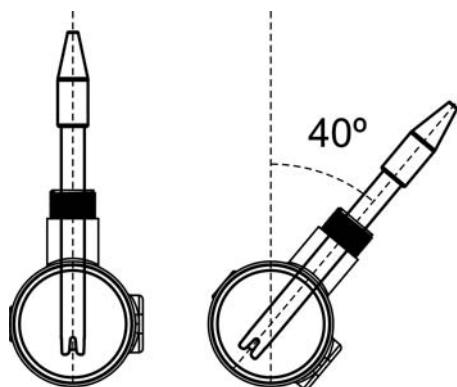

Fig. 13
4. Instalar sempre os sensores de pH/ORP preferivelmente na posição vertical ou com uma inclinação máxima de 40° (Fig. 13).